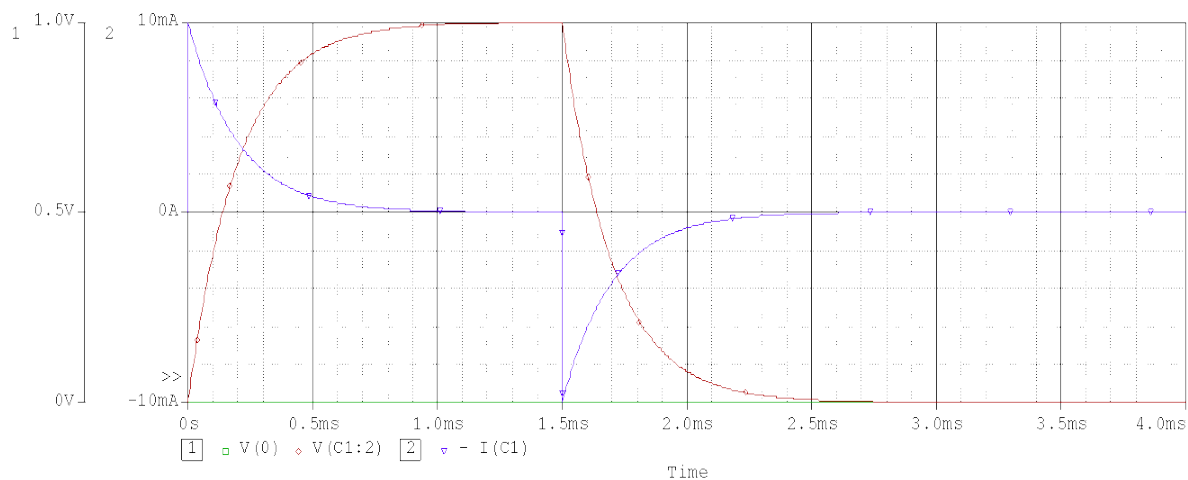

Рисунок 4.16 – Напруга і струм при зарядці і розрядці конденсатора схеми *Prizvushe_RC_puls.sch*
19. Проведіть відповідне попереднє налаштування для аналізу перехідних процесів, запустіть процес моделювання схеми і створіть на його основі діаграму, наведену на рис. 4.16.